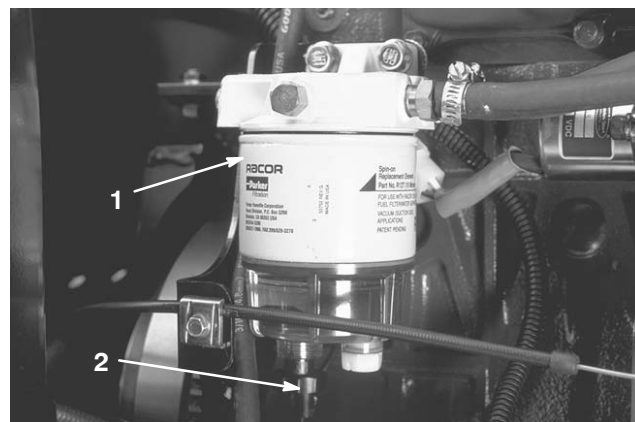

Figure 46
Vidangez chaque jour l'eau ou autres impuretés qui se trouvent dans le séparateur d'eau (Fig. 46).
2. Dévissez le bouchon de vidange en bas de la cartouche du filtre (Fig. 46). Revissez le bouchon quand la vidange est terminée.